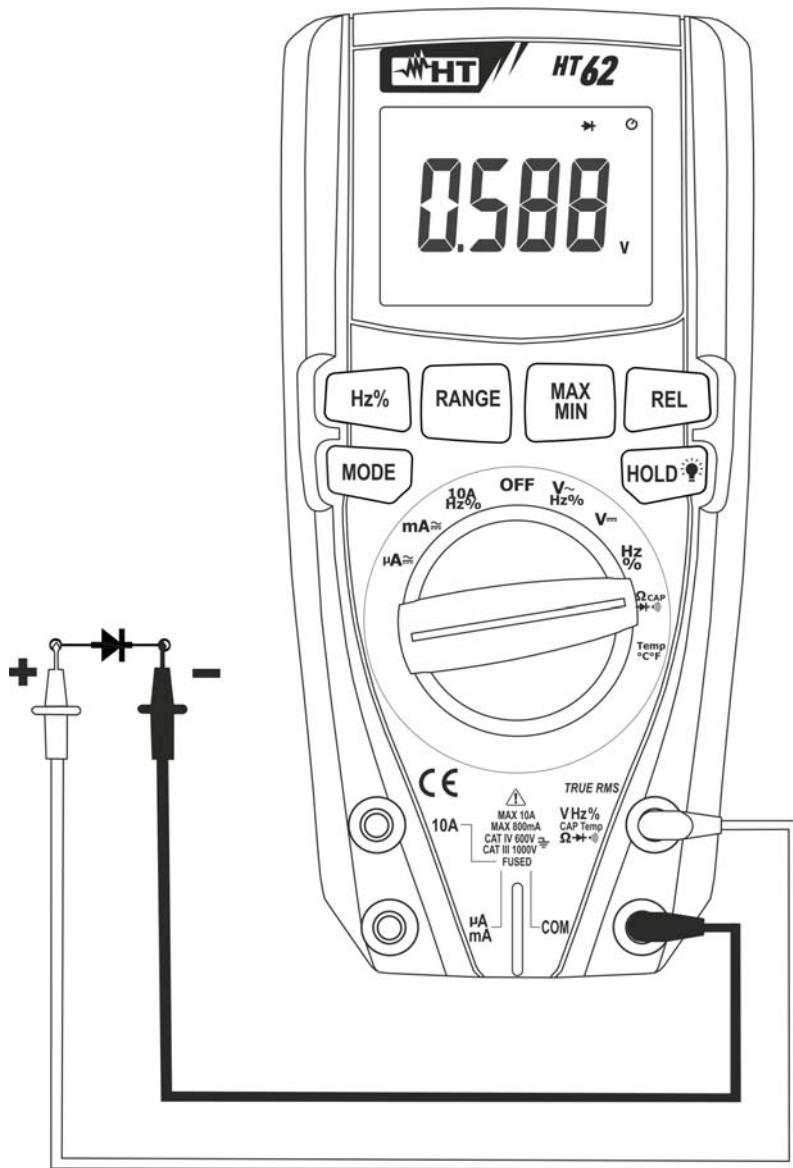

Fig. 6: Uso dello strumento per la Prova Diodi
4. Posizionare i puntali ai capi del diodo in esame (vedere Fig. 6) rispettando le polarità indicate. Il valore della tensione di soglia in polarizzazione diretta è mostrato a display
6. Se lo strumento visualizza il messaggio "O.L" i terminali del diodo sono invertiti rispetto a quanto indicato in Fig. 6 oppure la giunzione P-N del diodo è danneggiata